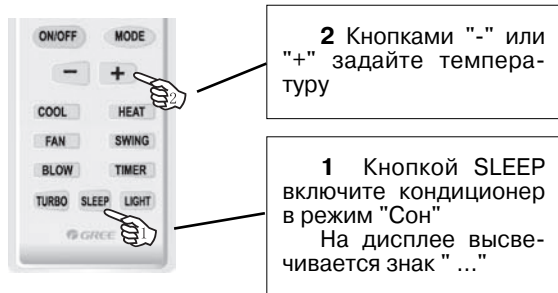

Рис. 5.4
• Режим SLEEP - "Сон" (Рис. 5.4)